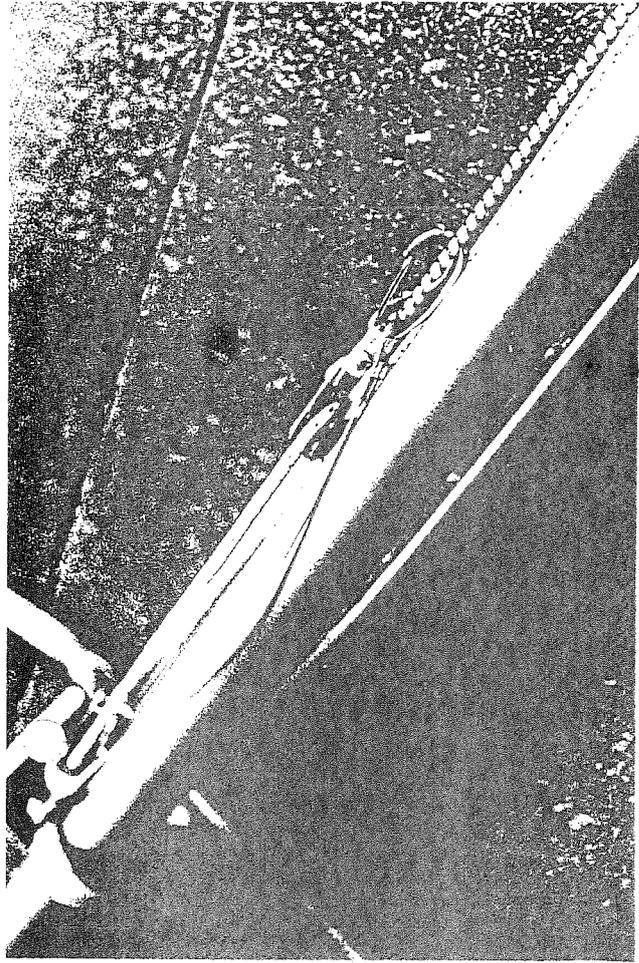

Abb. 5
- Mit der Hilfsschnur, die aus dem Doppelsegel kommt, Querrohr spannen und den am Flaschenzug befindlichen Karabinerhaken in die Lasche am Querrohr einhängen (Abb.5). Hilfsschnur im Doppelsegel verstauen.